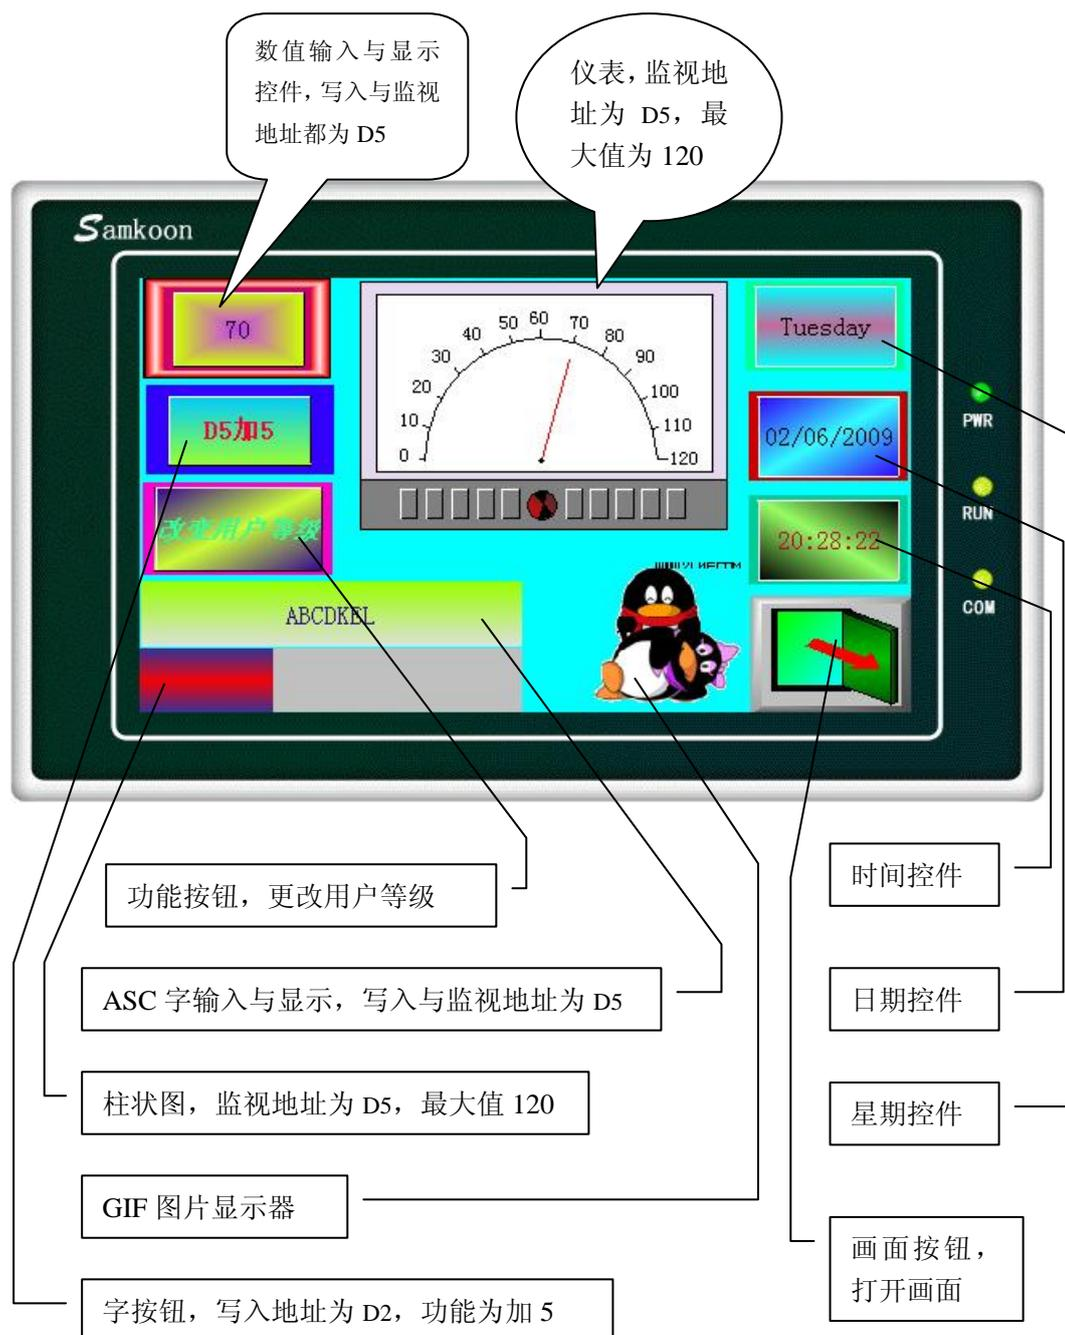

图 6-2 SA-4. 3A 离线模拟实例图
如下图 6-2，可以对编辑好的组态进行离线模拟，鼠标单击数值显示与输入，输入 70，则在仪表盘上可以看到仪表指针指向 70 的位置。离线模拟可以很好的帮助工程设计人员检查和发现工程组态画面存在的一些问题，如监视地址是否选择正确，控件间相互关系是否正确等等。做到有备无患。
- ✓ 点击“保存”按钮保存该工程，然后选择菜单栏中的“下载”项中“离线模拟”，弹出的界面如图 6-2 所示。